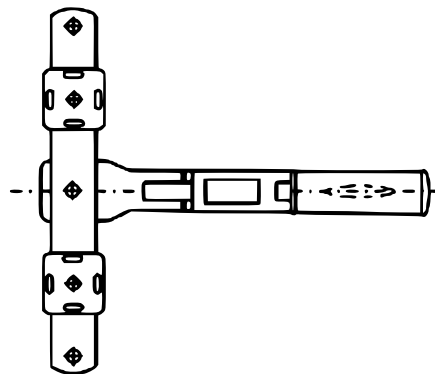

Figure 3
- Fixez le rail de fixation avec la vis à ailettes dans la rainure comme indiqué sur la fig. 3.